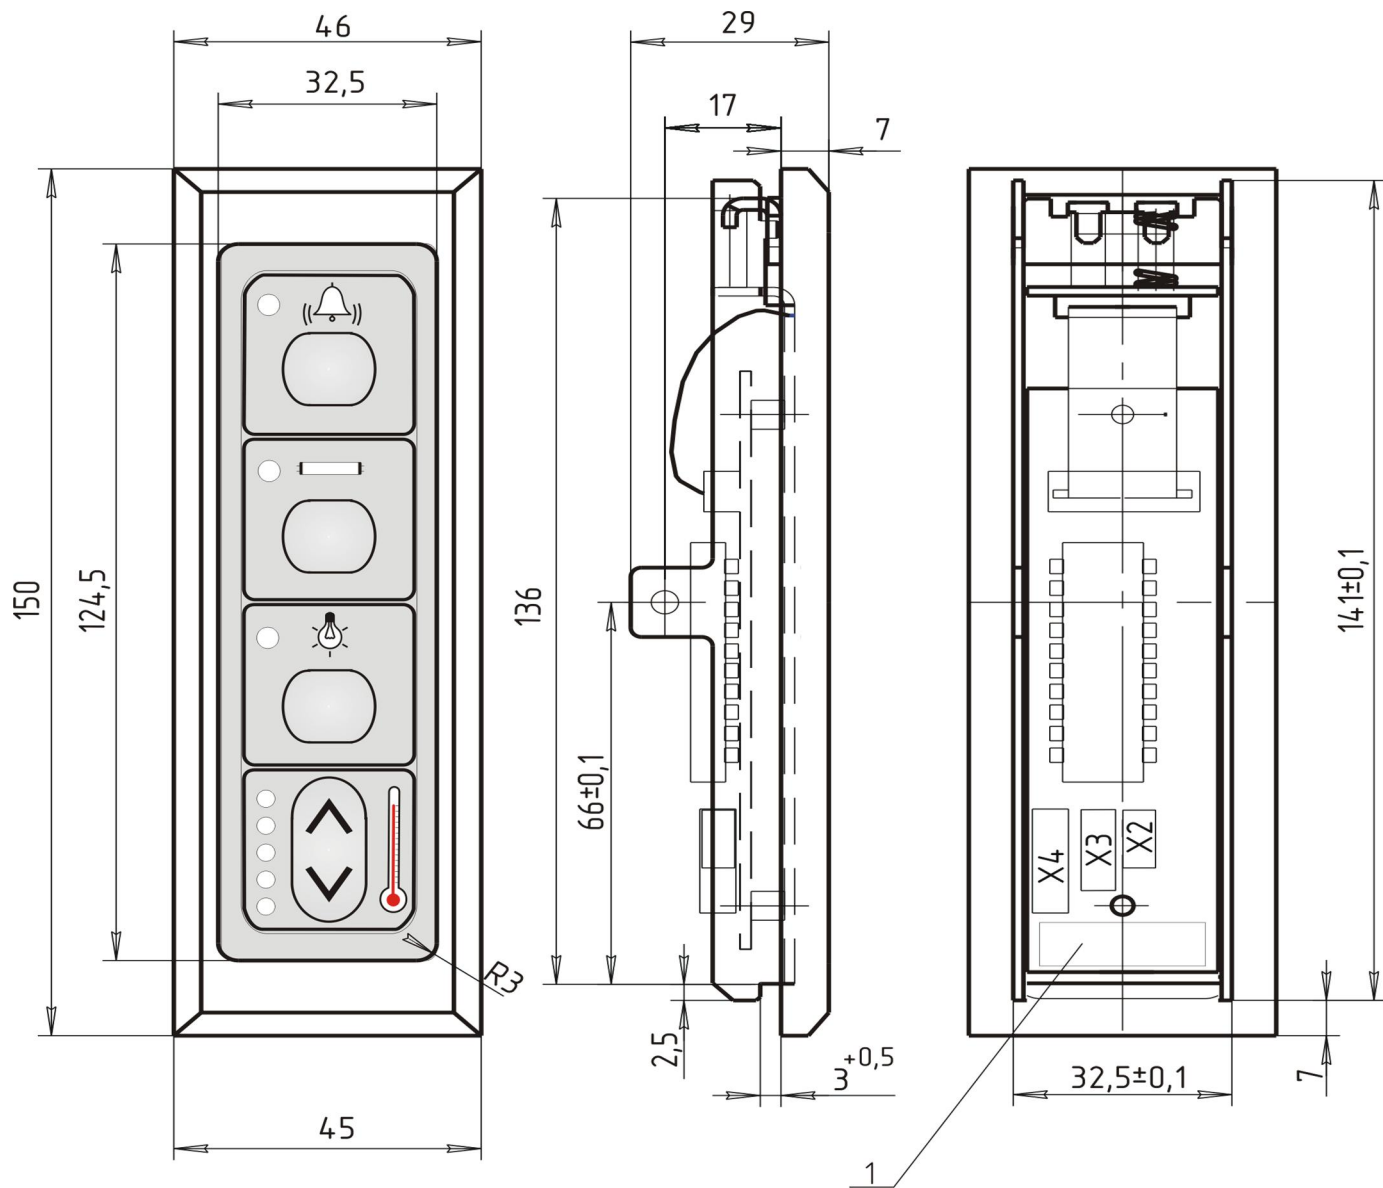

Рис. 1 Внешний вид, габаритные и присоединительные размеры ПЭК-1.01
2.4 Габаритные и присоединительные размеры ПЭК-1.01 согласно рис.1